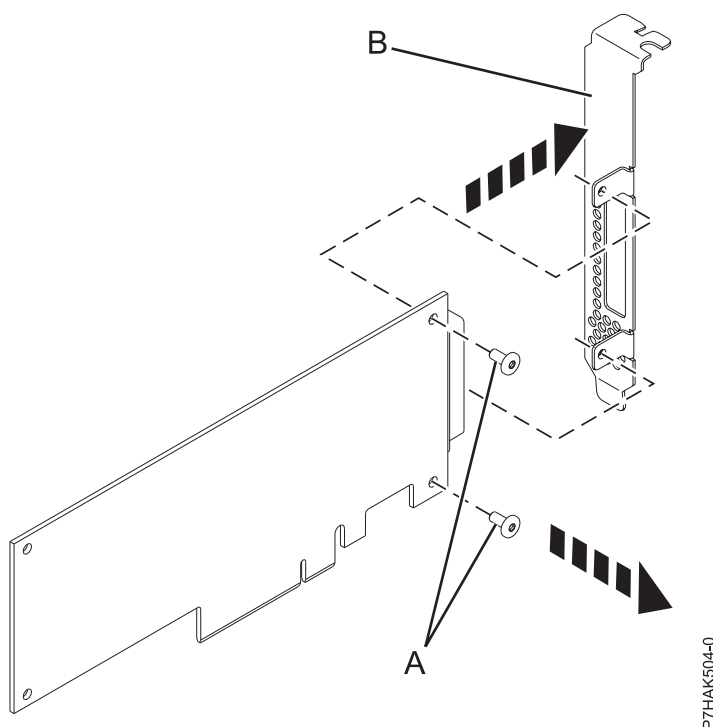

Figura 78. Remover um contraponto de perfil elevado de um novo adaptador PCIe
8. Utilize uma chave de fendas phillips, desaparafuse os dois parafuso de fixação (A) que ligam o contraponto de perfil elevado (B) ao novo adaptador PCIe, como demonstrado na Figura 78.